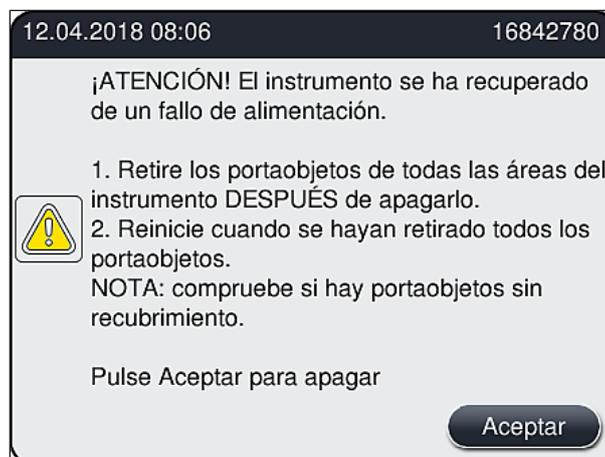

Fig. 107
- Una vez recuperada la alimentación eléctrica, el instrumento se reinicia automáticamente. Se notifica el corte de alimentación al usuario mediante un mensaje de información (→ Fig. 107) en la pantalla y se registra el suceso en el registro de eventos.
- ① Una vez recuperada la alimentación eléctrica, el instrumento se reiniciará automáticamente. Se emitirá una señal acústica de advertencia y se mostrará un mensaje de advertencia en la pantalla (→ Fig. 107).
Siga las instrucciones del mensaje de información (→ Fig. 107) y retire los portaobjetos del instrumento.